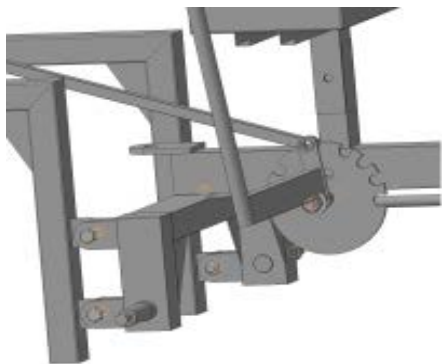

Рис.2
6.5. Присоединить раму граблей на адаптер так, как показано на рис. 2